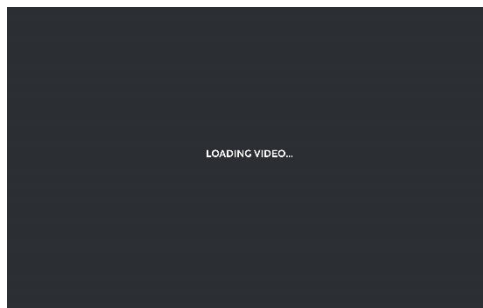

Fig. 1
1. Zet de R3 SCRUB aan en let op het scherm "LOADING VIDEO" op het LCD-scherm (Fig. 1).